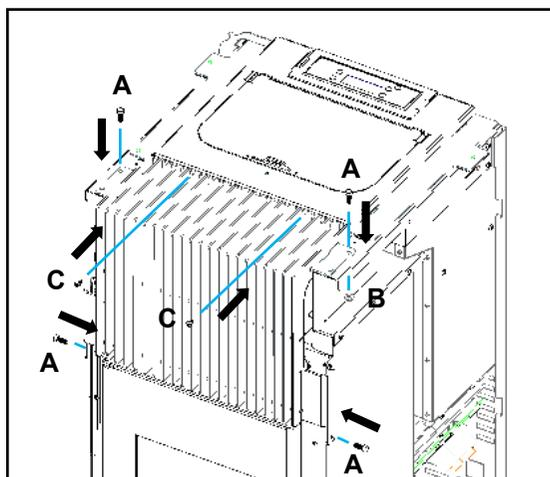

Figura 35– Serraggio della griglia anteriore
c) Nella griglia superiore fissa con due viti C (DIN 7981) 4,2x9,5 precedentemente vincolate direttamente sulla parte superiore, poi fissato con due viti A (M5x12 DIN 912) utilizzando dadi B (M5 dadi DIN 6923) infine nella parte inferiore fissato con due viti A (DIN 912 M512) direttamente sulla macchina, come mostrato in figura 35.